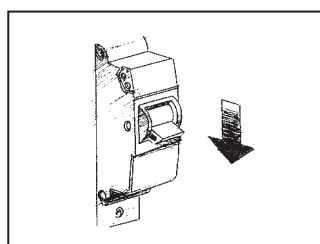
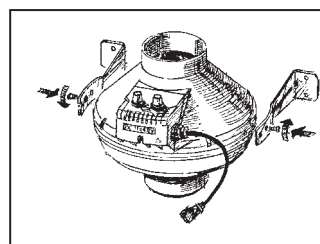

Рис. 8
Рис. 9
1. Обесточьте электрическую сеть (рис. 8).
2. Выкрутите из корпуса (1) болты (5) и установите кронштейны (4) таким образом, чтобы отверстия на кронштейнах совпали с головками саморезов (6).
3. Закрепите кронштейны на корпусе болтами (рис.9).